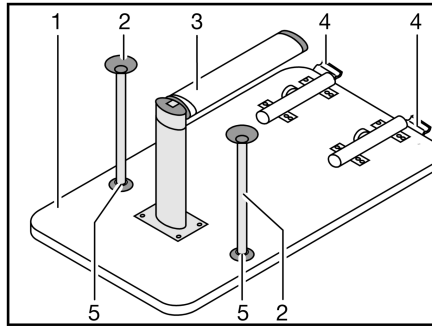

Fig. 89 Sommier de lit
- Soulever légèrement le plateau de table (Fig. 89,1) à l'avant d'env. 45°.
- Rabattre la partie inférieure du pied de table à joint (Fig. 89,3) de 90°. Suivant le modèle, tirer la partie inférieure du pied de table à joint vers le bas ou appuyer sur le bouton de déverrouillage.
- Appuyer sur le bouton de déverrouillage (Fig. 89,4) sur le dispositif de verrouillage.
- Suivant le modèle, enfoncer les deux pieds d'appui supplémentaires (Fig. 89,2) dans les fixations (Fig. 89,5) sur le dessous du plateau de table.